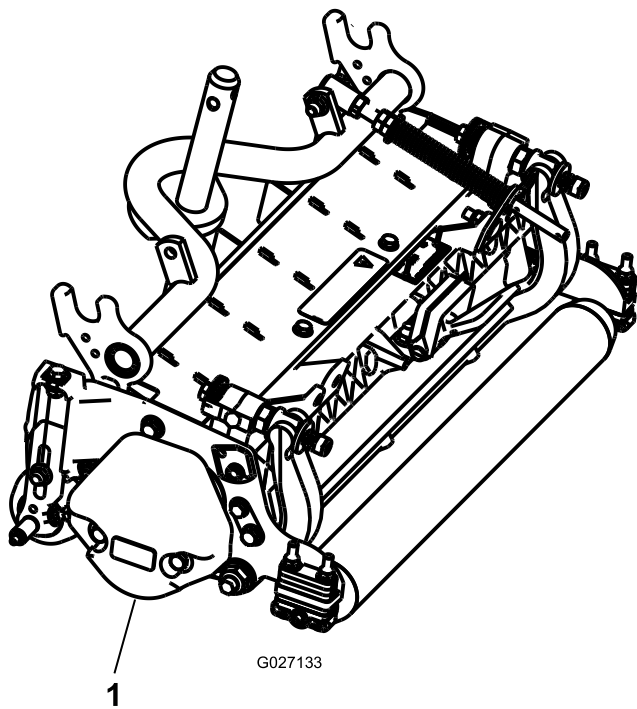

Bild 7
3. Stellen Sie sicher, dass das Gegengewicht (Bild 7) am richtigen Ende des Mähwerks montiert ist, wie in der *Bedienungsanleitung* des Mähwerks beschrieben.